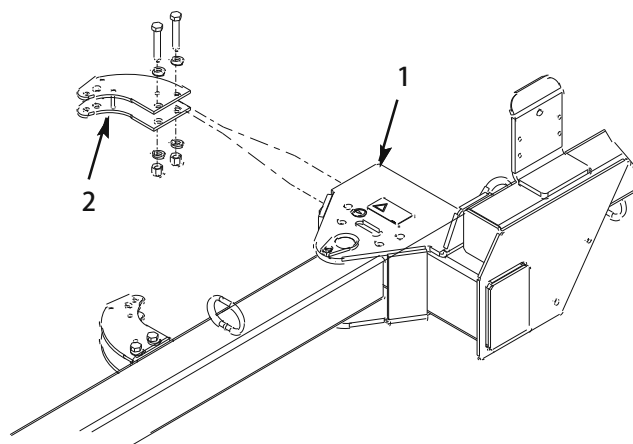

図 3
1. キャップスクリュー (1/2-13 x 2-3/4"; 2本), 平ワッシャー (0.531 x 0.063 ; 4枚) とロックナット (1/2-13; 1個) を使って、後アクチュエータ・タブをスイーパのフレームに取り付ける。各部材を図 3 のように取り付けること。